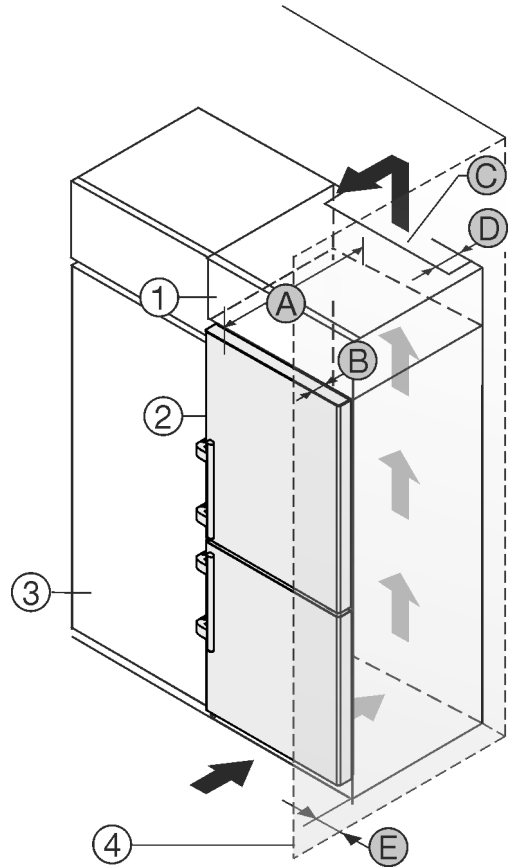

Fig. 47
此冰箱可安装在厨柜内。为了使冰箱 Fig. 47 (2)与橱柜高度一致，可在冰箱上面放置一个附加柜 Fig. 47 (1)。
如果冰箱直接安放在橱柜 Fig. 47 (3)旁边，至少需要与冰箱保持 5cm 的距离。为了能完全打开门，冰箱必须凸出橱柜正面一定深度 Fig. 47 (B)。根据橱柜的深度，使用壁距调整垫片可以使冰箱更为凸出。
- 在附加柜背面必须有一个竖风道，其深度 Fig. 47 (D)应超过整个附加柜宽度。
- 盖板下必须保有通风横截面 Fig. 47 (C)。
如果将带铰链的冰箱放置在墙壁 Fig. 47 (4)边, 冰箱和墙壁必须保有距离 Fig. 47 (E)。这取决于冰箱门打开时把手与墙壁的距离。